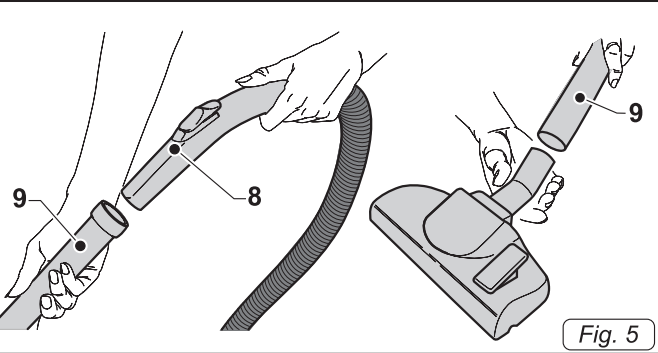

Fig. 5
- Enganchar al mango ergonómico (8 Fig.5) del tubo flexible las extensiones rígidas (9 Fig.5).
- Conectar a las extensiones rígidas (9 Fig.5) el suplemento deseado (boquilla de aspiración, cepillo de escobilla, boquilla pulverizadora, cepillo multiuso, etc.)